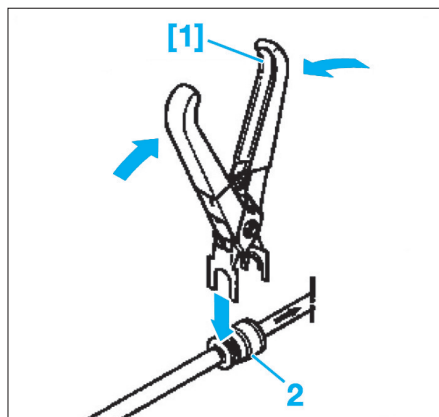

Fig. 30
[1]. Pince pour dépose des raccords rapide (Outil Renault Mot. 1265) (Fig.30).
• Débrancher les canalisations munies de raccord rapide (2) à l'aide de la pince [1] (Fig.30).